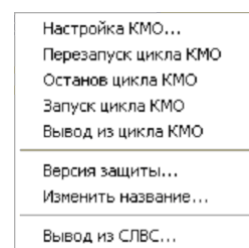
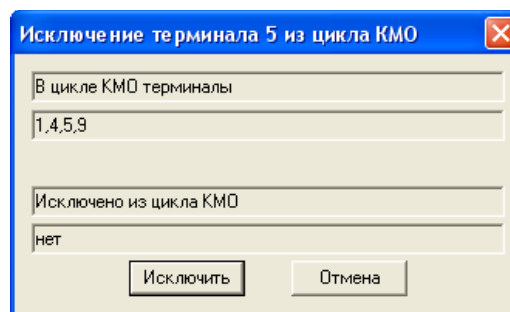
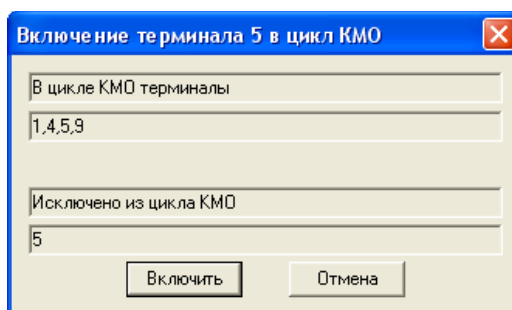

Рис. 12 Меню настройки
Рис. 13 Панель вывода терминала из цикла КМО
Рис. 16 Панель включения терминала в цикл КМО
После запуска программы «Монитор РЗА» и выбора терминала в списке панели доступа, двойным щелчком правой клавиши мыши открывается меню настройки, показанное на рис. 12. После выбора команды «Вывод из цикла КМО» появится панель вывода терминала из цикла КМО, показанная на рис. 13. В верхней строке панели дан список номеров терминалов входящих в цикл КМО, которые настроены в таблице списка терминалов КМО. В нижней строке – список номеров терминалов, выведенных из цикла КМО для проверок.
В меню настроек (см. рис. 12), по команде «Ввод в цикл КМО», вызывается панель включения терминала в цикл КМО, показанная на рис. 16.
6. отключается разъём Vbnet (при необходимости); перед отключением разъёма Vbnet необходимо вывести терминал из СЛВС ЧЯ по команде «Вывод из СЛВС» меню настройки (см. рис. 12).